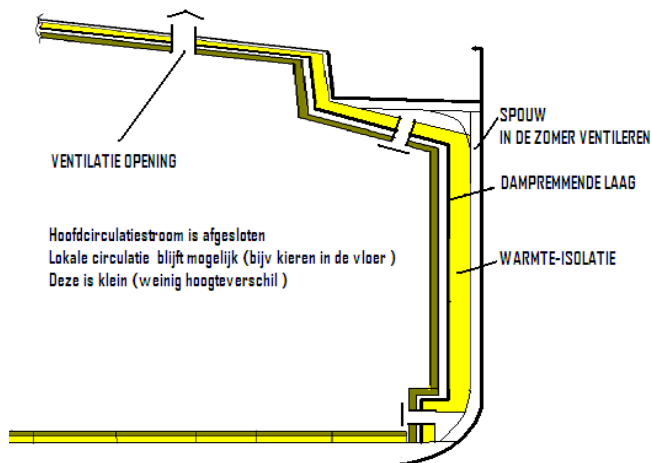
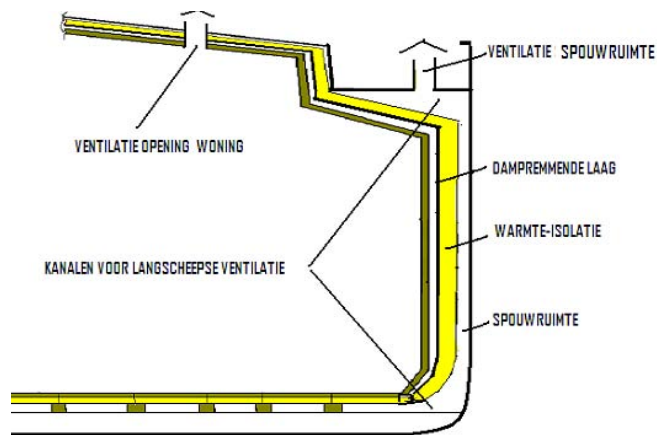

FIG. 3 BETIMMERING MET DAMPREMMENDE LAAG
FIG. 4 BETIMMERING MET APART GEVENTILEERDE SPOUW
b) Betimmering met dampremmende laag (fig. 3)
Het verminderen van de circulatiestroming tussen woning en "spouw" geeft weliswaar minder condensatie op de scheepshuid; het verhindert echter ook de verdamping van eventueel gevormde condens. Daarom is het aan te bevelen ventilatieluiken aan te brengen die in de zomer kunnen worden geopend en in de winter luchtdicht gesloten zijn. Het is hierbij van belang, dat alle vakken met elkaar in verbinding staan. Mogelijkheden hiervoor zijn langsscheepse ventilatiekanalen onder de gangboorden en/of in de kimmen (zie fig. 3), maar ook een verhoogde vloer (fig. 4) en/of afstand tussen isolatie en spanten in de zijden.
c) Apart geventileerde spouw (fig. 4)